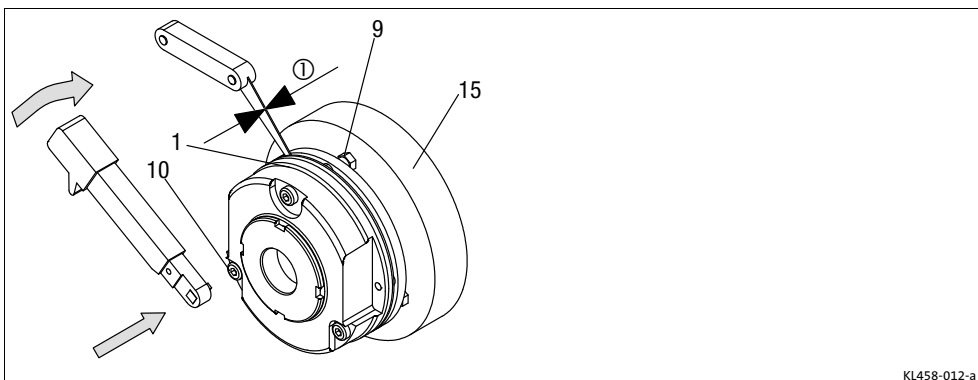

Abb. 5 Montage des Magnetteils
3. Bei der Montage des Magnetteils (1) den Wellendichtring vorsichtig über die Welle schieben.
4. Mit den Schrauben (10) das Magnetteil komplett (7) an das Lagerschild (15) schrauben (Abb. 5).